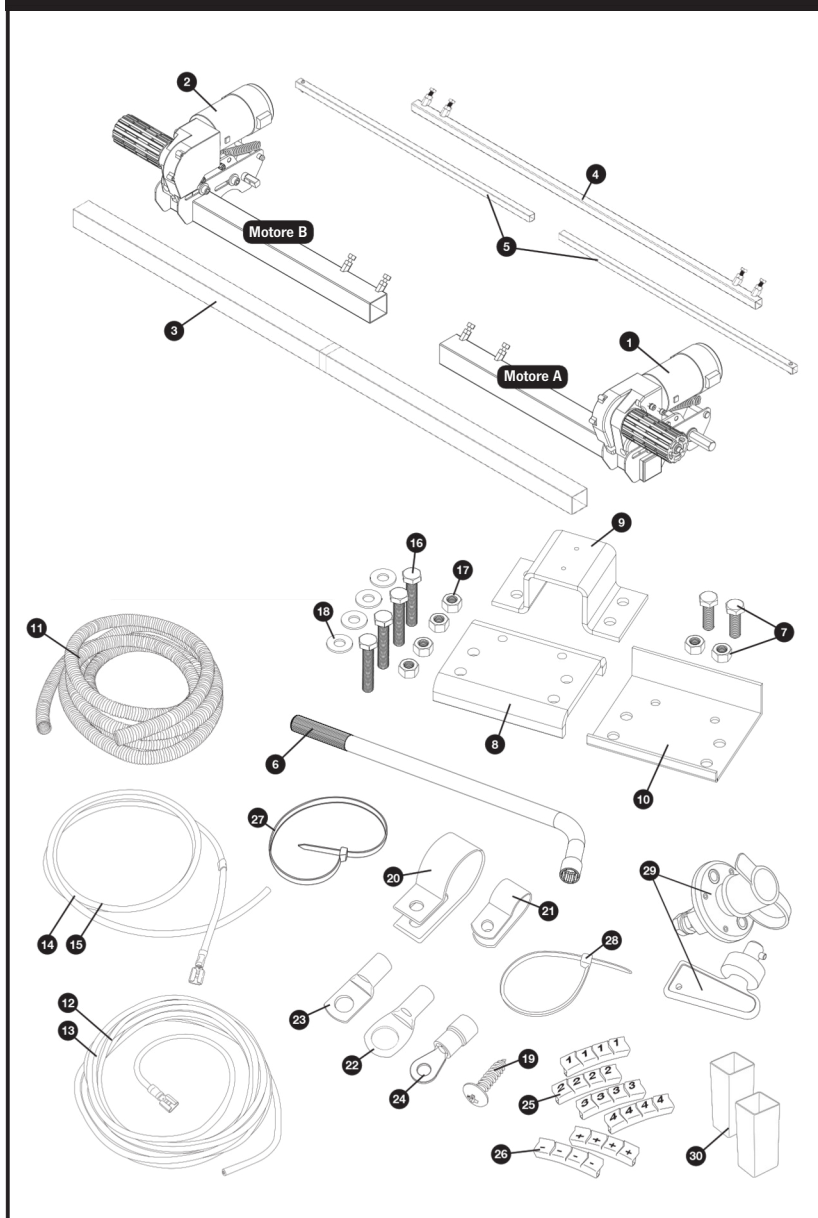

Fig. 1
Assemblare liberamente il lato della struttura del motore (1), il lato della struttura del motore (2) e la barra trasversale principale (3) (vedi Fig.1). I dadi (Fig.1.B) per il fissaggio della barra trasversale devono essere stretti al massimo con le dita in questa fase. Assemblare la barra di azionamento trasversale facendo scorrere le barre di azionamento (5) nella barra centrale di azionamento (4) e montarle sulle aste del gruppo motore (Fig.1.A). Fissare le barre di azionamento a queste aste usando il dado e il bullone nyloc in dotazione (già fissati alle barre di azionamento). I dadi (Fig.1.C) per il fissaggio non devono essere più che stretti a mano in questa fase
Posizionare l'insieme (Fig. 1) sotto la roulotte. In linea di principio, l'unità dovrebbe essere montata davanti delle ruote della roulotte, ma se il montaggio in questa posizione non è possibile, è possibile montarlo sul retro delle ruote ruotando l'intero gruppo di 180° gradi (nota: in questo caso, fare riferimento allo schema dell'asse posteriore quando si collega il sistema). Assicurarsi che la barra trasversale principale (3) sia posizionata al centro del gruppo caravan/mover (il centro è segnato). Regolare la posizione laterale di ogni lato motore in modo che i rulli siano centrali rispetto al pneumatico, o il più vicino possibile al centro, assicurandosi che vengano lasciati 10 mm di spazio tra il pneumatico e la scatola del mover (Fig. 6)
Una volta soddisfatti della distanza del mover, stringere completamente i quattro dadi nyloc (17) su entrambi i gruppi di bloccaggio (Fig.10) con una coppia di serraggio di 40 ft lbs/55Nm, poi i bulloni (Fig.1.B e Fig.1.C) su ogni quadro lato motore con una coppia di serraggio di 9ft lbs/12Nm. Ricontrollare la distanza di 20 mm dai rulli ai pneumatici e, se necessario, allentare i bulloni e regolare nuovamente la posizione del gruppo. Una volta soddisfatti della posizione del gruppo, montare e serrare i dadi e i bulloni di arresto del telaio (7) in ciascuna delle piastre superiori del morsetto classico (8) (vedi Fig. 10). Serrare con una coppia di serraggio di 40 ft lbs/55Nm. I bulloni di arresto afferrano il labbro del telaio e aiutano ad evitare che il carrello scivoli lungo il telaio